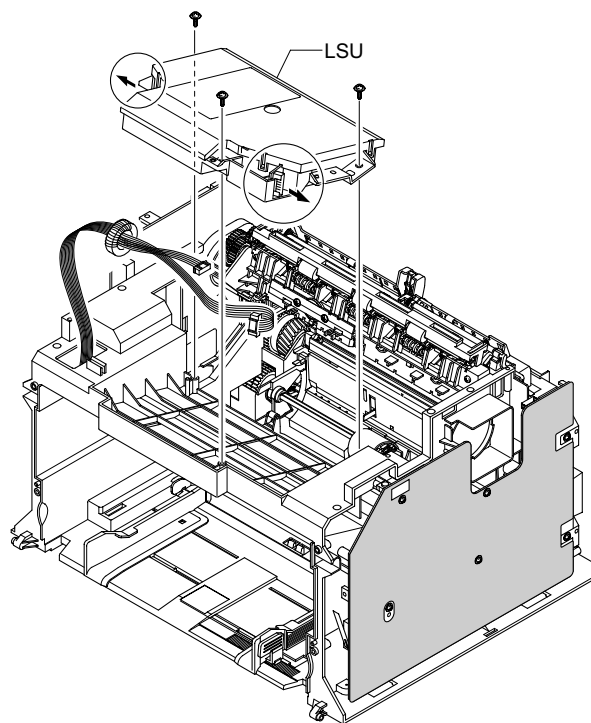

Рисунок 1
3. Открутите три винта, крепящие LSU, и снимите его. Отсоедините два разъема от LSU, рисунок 1.